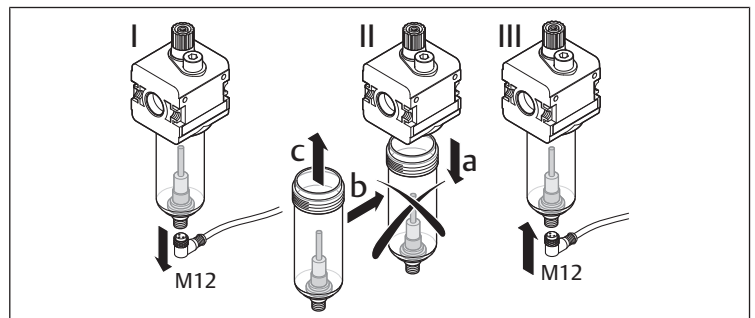

Bild 7: Byta behållare med sensor
→ Bild 7
▶ Lossa sensorns M12-hankontakt från anslutningshylsan på undersidan av oljebehållaren (→ Bild 7 I).
▶ Byt ut den gamla behållaren mot en ny behållare (→ Bild 7 II b, c).
▶ Anslut sensorn till anslutningshylsan på undersidan av oljebehållaren via en M12-hankontakt (→ Bild 7 III).